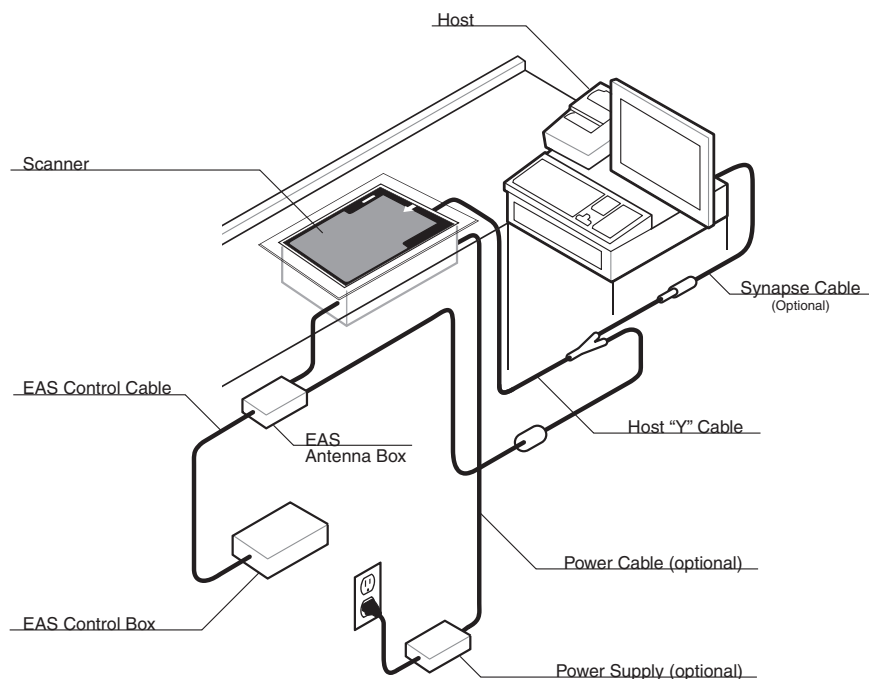

図 1-13 EAS の一般的な設置例
- ・ EAS アンテナ、EAS アンテナボックス、EAS 制御ケーブル、および EAS コントローラボックスは、スキャナのホストケーブルや電源ケーブルからできる限り離して配置すること（図 1-13 を参照）。